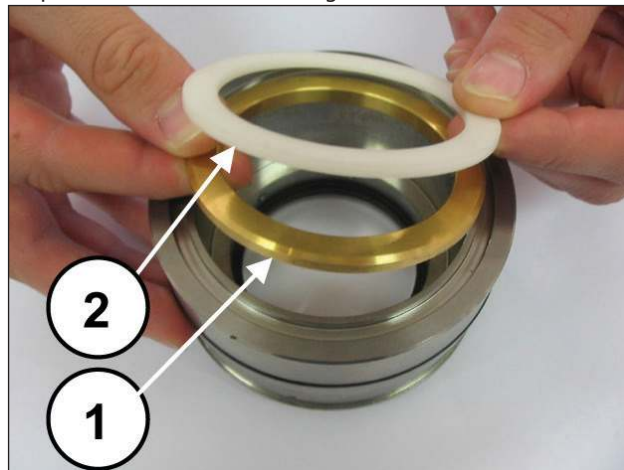
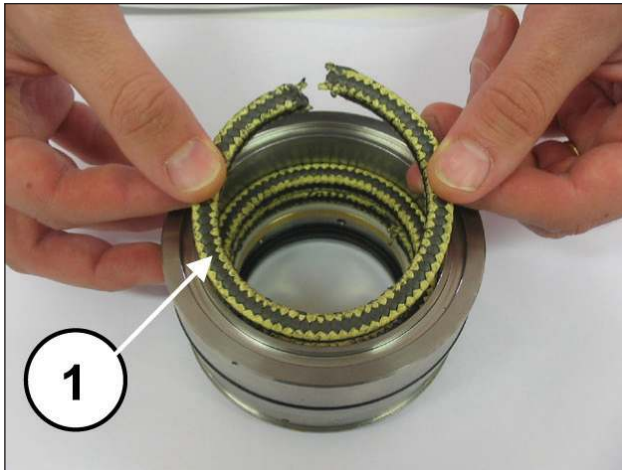
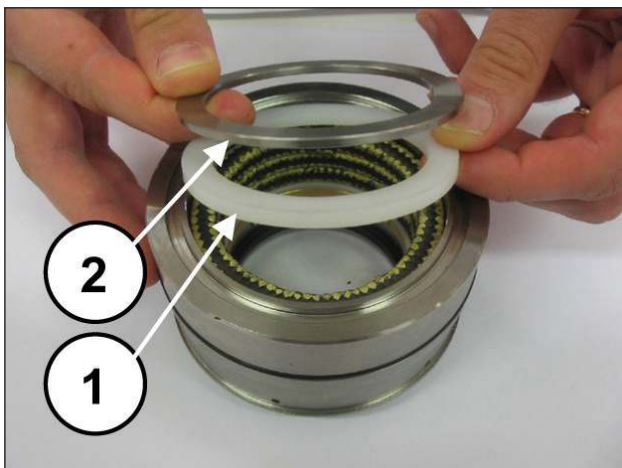

Abb. 170
Abb. 171
Abb. 172
Montieren Sie den Lagerring und den Stützring (Pos. ①②, Abb. 170) sowie die drei Stopfbuchsen. Achten Sie darauf, dass die Schlitzte in einem Winkel von 120° zueinander ausgerichtet sind (Pos. ①, Abb. 171), darüber hinaus den Abstreifring der Stopfbuchsen und den Federring (Pos. ①②, Abb. 172).